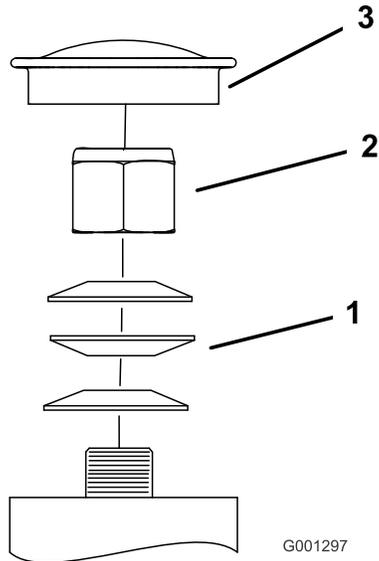

Figura 74
3. Retire el tapón guardapolvo de la rueda giratoria y apriete la contratuerca (Figura 74).
4. Apriete la contratuerca hasta que las arandelas de muelle estén planas, luego afloje la contratuerca  $\frac{1}{4}$  de vuelta para establecer la pre-carga correcta de los cojinetes (Figura 74).
**Importante:** Asegúrese de que las arandelas elásticas están correctamente instaladas, como se muestra en la Figura 74.
5. Coloque el tapón guardapolvo (Figura 74).